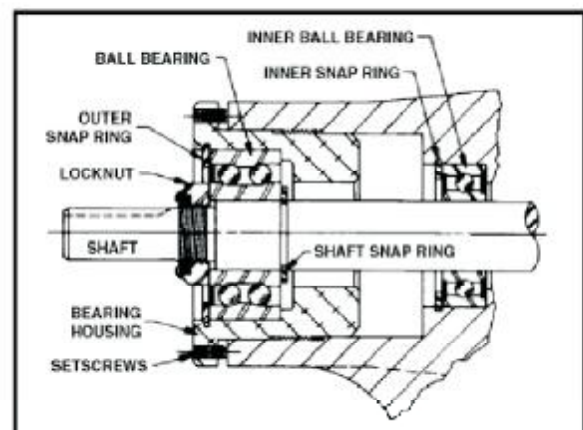
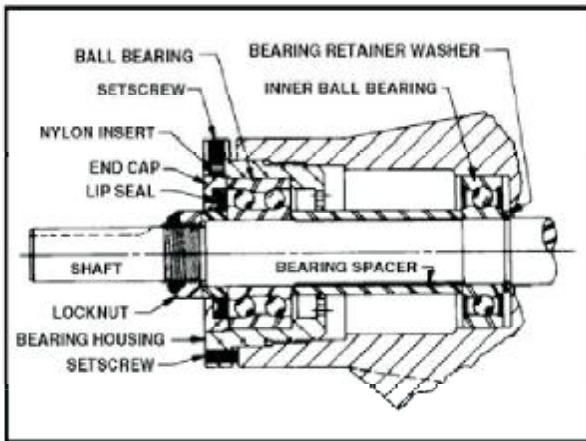

图30 止推轴承组件(GG, HJ, HL)
图31 止推轴承组件(AS, AK, AL)
5. 通过敞开的进口或出口, 在转子齿轮之间卡入一根铜条或一块硬木防止轴的转动。逆时针转动锁紧螺钉并取出螺钉。见图30或31。
6. 松开轴承座前面的两个螺钉, 把止推轴承逆时针转动后一起从外壳中取下。见图30或31。
7. GG, HJ, HL: 从轴上取下紧压弹簧, 见图30。
AS, AK, AL: 从从轴上取下轴定位件, 见图31。
10. AS, AK, AL: 重新取下轴承定位垫圈。滚珠轴承背后的定位垫圈可能已经和转轮、轴承紧贴在一起了。见图31。
GG, HJ, HL: 从轴承座里取出弹性挡圈和滚珠轴承。见图30。
AS, AK, AL: 松开法兰外圈上的两个固定螺钉。逆时针旋转内六角螺钉和唇封并取下它们, 然后取出滚珠轴承。见图31。
12. GG, HJ, HL: 在轴槽内装上轴弹性挡环。见图30。
AS, AK, AL: 在轴上安装轴承垫片, 靠着单排滚珠轴承。见图31。
13. 在内轴承和双排滚珠轴承之间的润滑腔内装上约1/2的多用途的NLGI#2润滑脂。止推轴承组件将会占用剩下的空间。见图30和图31。
见图30和31